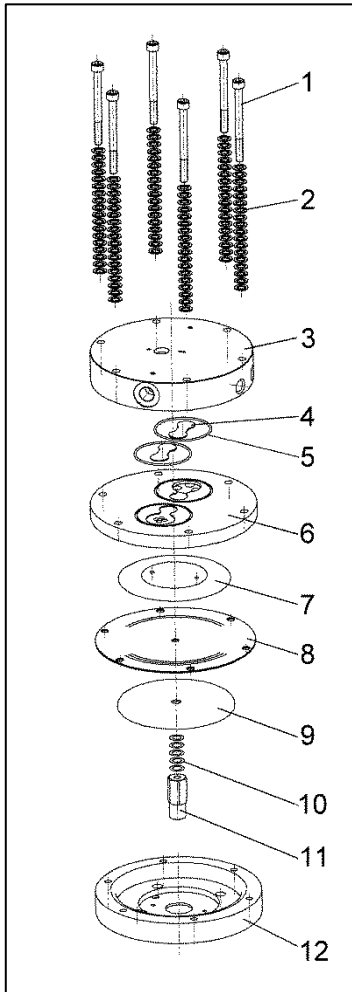

Abb. 8: Einzelteile des Pumpenkopfes
\*\* Nach Abb. 8
**i** Siehe Abb. 8 für die weiteren Arbeitsschritte.
\*nach Abb. 8